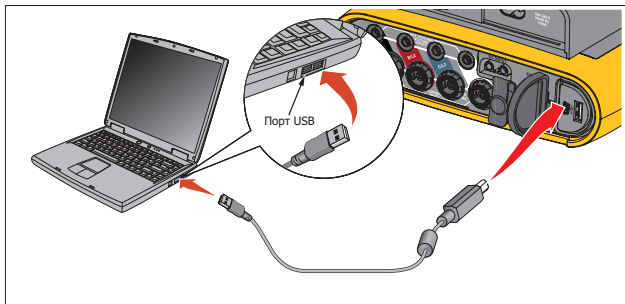

Рисунок 12. Подключение Power Logger к ПК
3. Подключите USB-кабель к USB-портам на компьютере и Регистраторе. См. Рисунок 12.